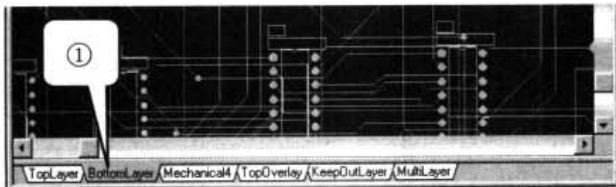

图 10-132 切换工作层面
- (1) 运行 Protel 99 SE, 打开设计的 PCB 板。
- (2) 用鼠标单击如图 10-132 中①所示的 Bottom Layer 选项卡, 将底层设置为当前工作层。